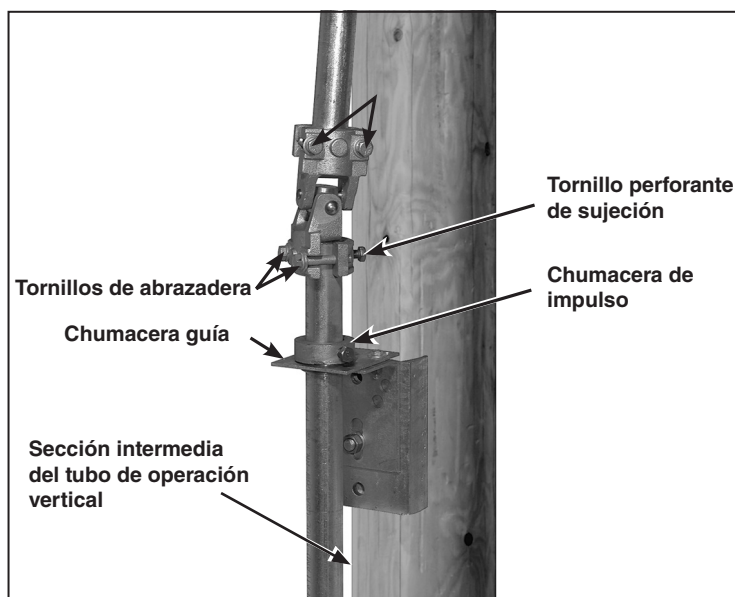

Figura 21. Instalación de la sección intermedia del tubo de operación vertical.
**PASO 16.** Pase la siguiente sección de tubo de operación vertical por la chumacera guía y luego por la chumacera de impulso, la cual irá sobre la chumacera guía. Vea la Figura 21.